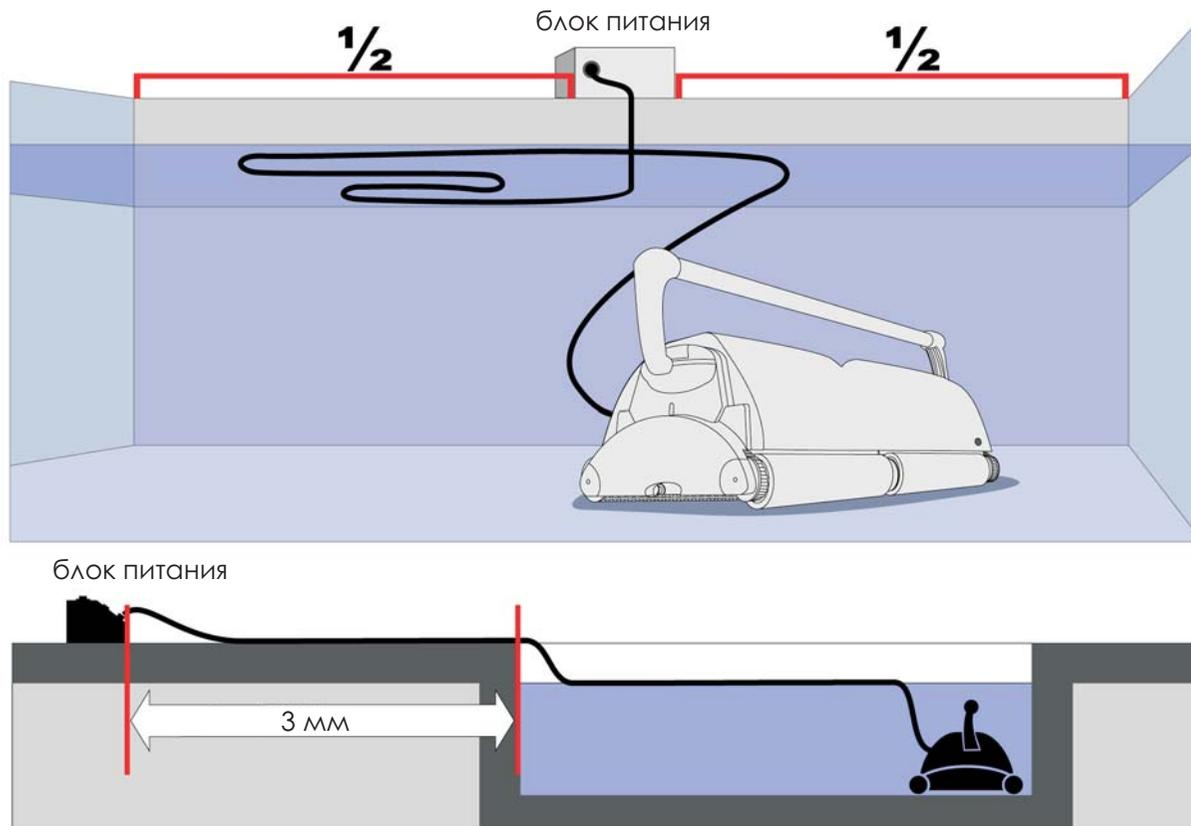

рис.1
Источник питания должен быть установлен на крытой площадке не ближе 3-х метров от плавательного бассейна. Трансформатор должен быть защищен от дождя и воды. По возможности располагайте его на расстоянии равном половине длины бассейна (рис.1). Это позволит увеличить длину кабеля. Трансформатор имеет питание 115 В или 230 В.
- 4) Размотайте плавающий кабель и распределите его по зеркалу бассейна. Избегайте образования узлов или спутывания (рис.1).